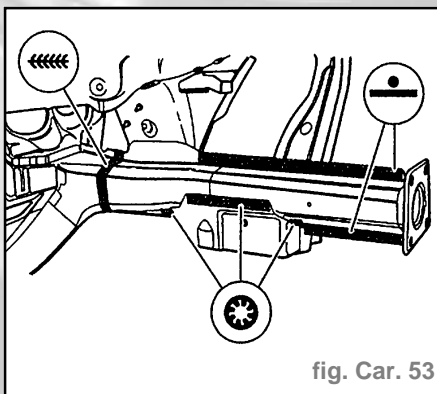

fig. Car. 53
- Effectuer la soudure en bord à bord des zones d'accostage en cordon continu sous gaz de protection (fig. Car. 53)